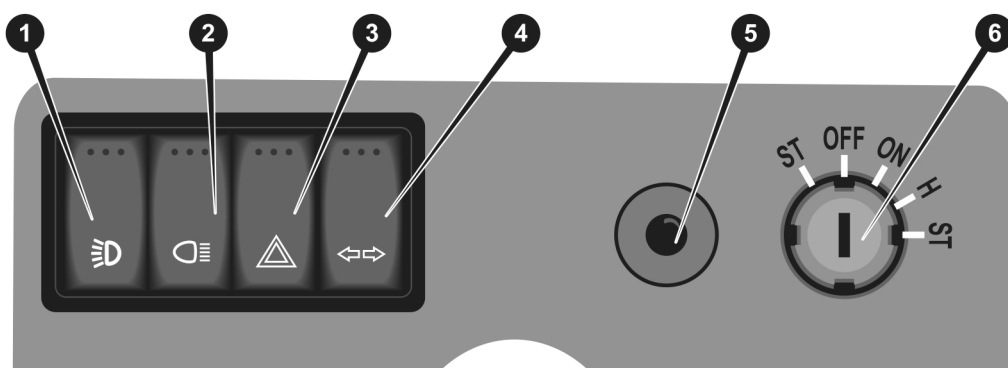

Рисунок 9. Перемикач режимів роботи освітлювальних приладів
У тракторі Т на приладовому щитку, розташованому за рульовим колесом, встановлена панель приладів. Вона вмикається при повороті ключа запалювання в положення «ON» (див. рис. 9.) і проходить тестування. При цьому рівень показчика кількості палива в баку займає відповідний стан, а на цифровому амперметрі відображається напруга в бортовій мережі трактора.
Трохи нижче індикаторів на панелі приладів розміщені електроперемикачі – вмикач аварійної сигналізації і комбінований перемикач (див. рис. 9.) Комбінований перемикач (4) у свою чергу складається з перемикача режимів роботи освітлювальних приладів (3), вмикача показчиків поворотів (1), вмикача звукового сигналу (2.)
Бортова мережа електроживлення на тракторі вмикається за допомогою центрального вмикача, поєднаного із замком запалювання (див. рис. 9. поз. 6.)